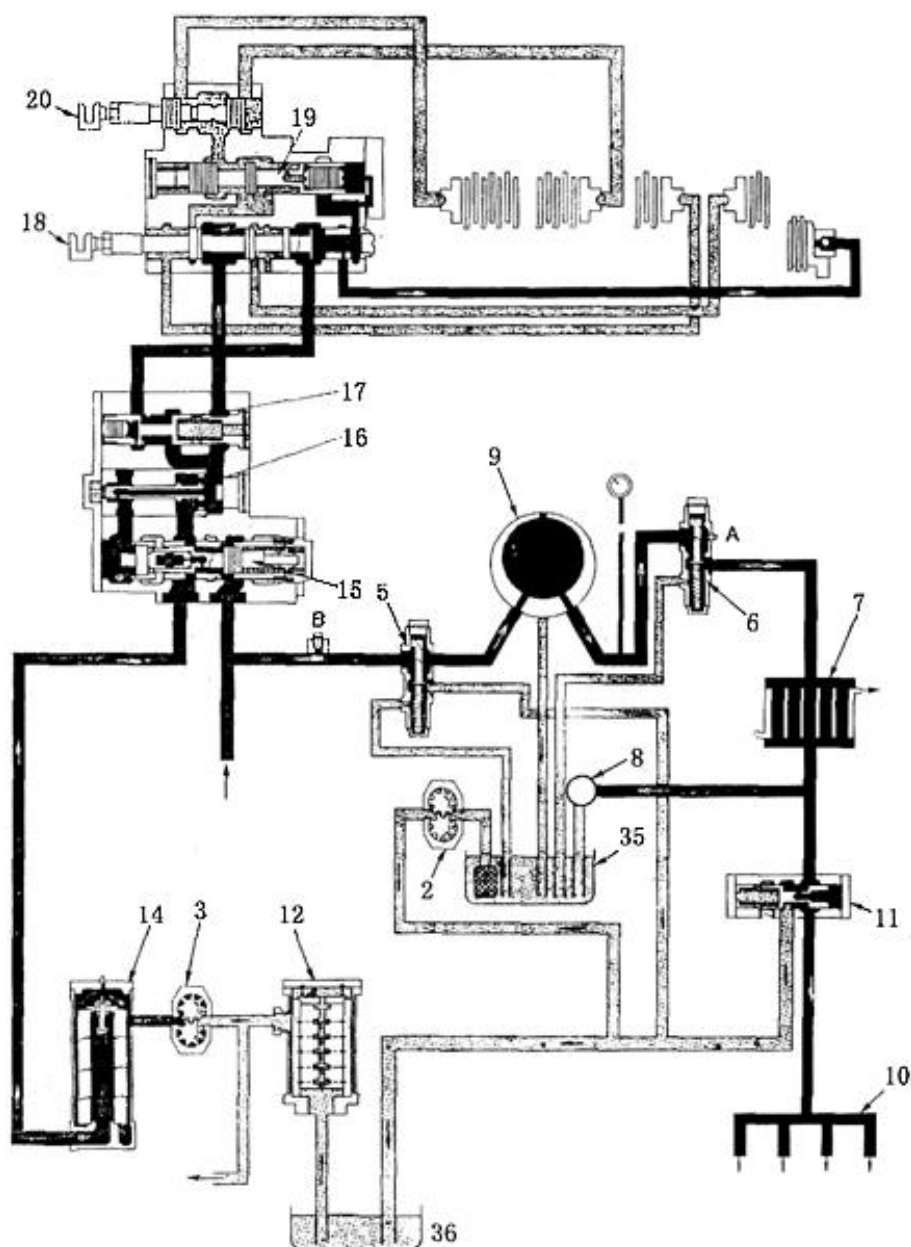
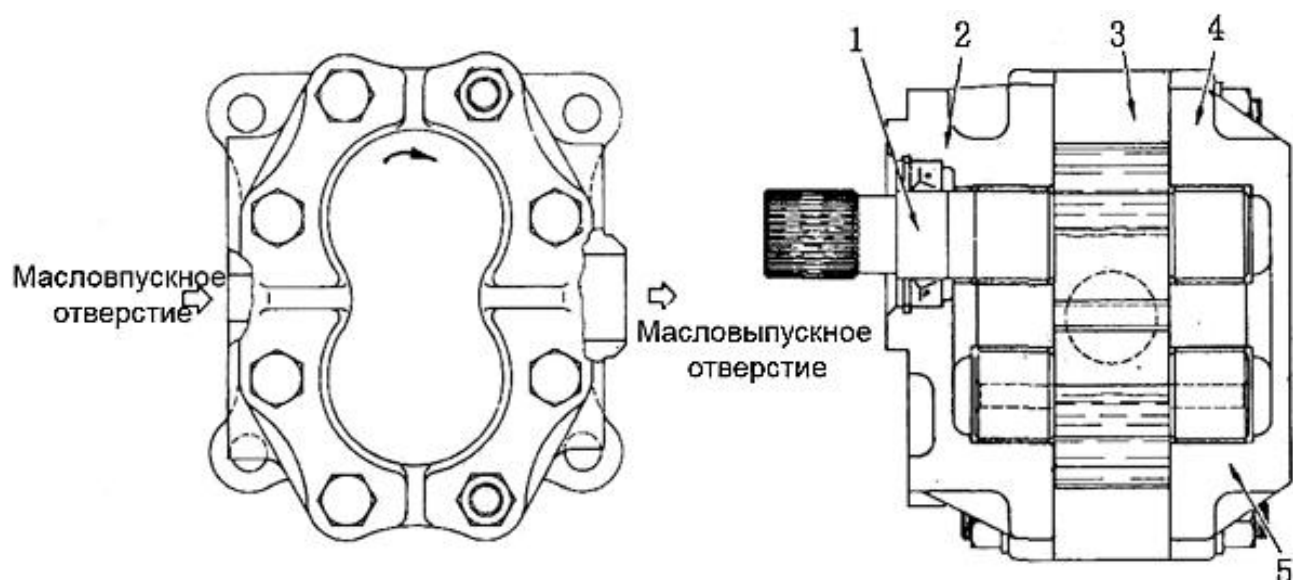

Рис. 5-72
Рис. 5-73
Схема устройства системы контура коробки передач показана на Рис. 5-72.
Насос коробки передач представляет собой зубчатый насос (см. Рис. 5-73), который соединен с корпусом редуктора и преобразует энергию, вырабатываемую механизмом, в гидравлическую энергию. Масло, выкачиваемое из картера рулевого механизма, фильтруется при помощи сетчатого фильтра (12) (см. Рис. 5-72). Слитое масло фильтруется при помощи масляного фильтра (14) и поступает в клапан, регулирующий давление (15). Отрегулировав давление, масло поступает в предохранительный клапан (5) гидротрансформатора (устанавливает давление в 0,87 МПа) и затем возвращается в картер рулевого управления. Через предохранительный клапан масло под давлением поступает в гидротрансформатор (9), при достаточном давлении – в подпорный клапан (6) гидротрансформатора.